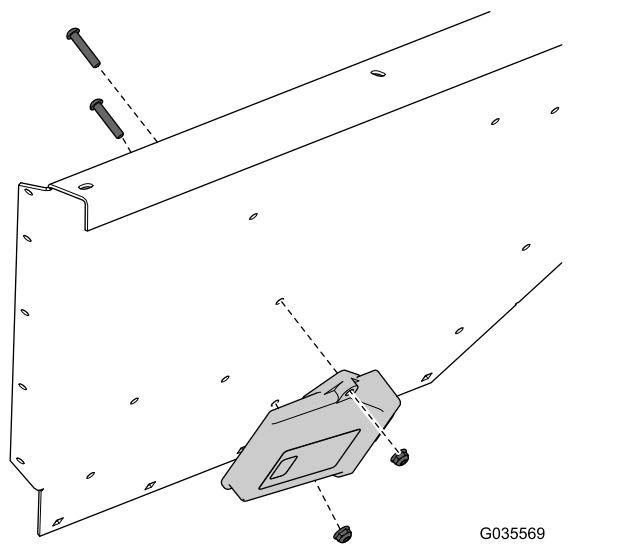

Рисунок 3
8. Снимите базовый модуль беспроводного дистанционного управления с ограждения крыла (Рисунок 3).